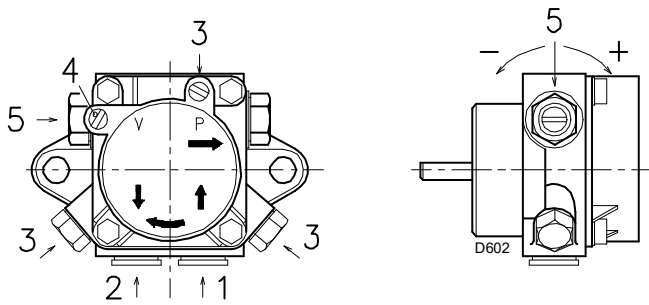

Fig. 18
Para que la bomba pueda autocebarse, desenroscar el tornillo 3)(Fig. 18) para purgar el aire del tubo de aspiración y esperar a que salga el combustible.
Leyenda (Fig. 18)
- Para que la bomba pueda autocebarse, es indispensable aflojar uno de los tornillos 3) (Fig. 18) de la bomba para purgar el aire que pueda haber en el tubo de aspiración.